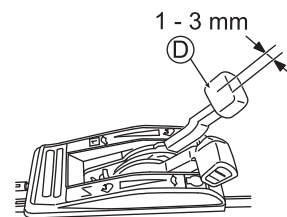

Fig. 27
Régalez le jeu du Levier de changement de vitesse (D) à 1 - 3 mm ainsi qu'illustré dans la Fig. 27.
- 3 Démarrez le moteur et vérifiez que la vitesse de rotation change lorsque vous activez le Levier de changement de vitesse (D).